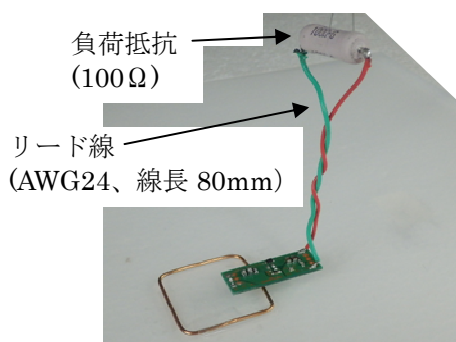
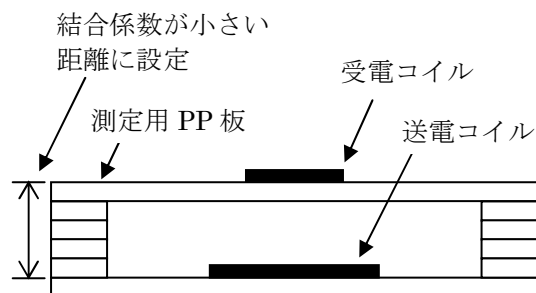

図 15. 受電デバイスの測定構造
図 16. 送電デバイスと受電デバイス設置の概要
- ③ 図 15 のように受電デバイスに負荷抵抗を取り付け、図 16 のように送電デバイスと適度に間隔を開けて結合係数が小さい状態で設置する。